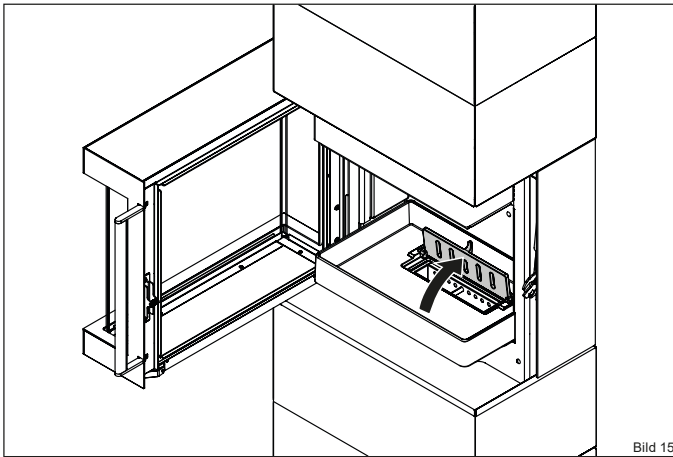

Bild 15
- ▶ Öffnen Sie die Feuerrostklappe (Bild 15).
- ▶ **Öffnen Sie die Feuerrostklappe (Bild 15).**